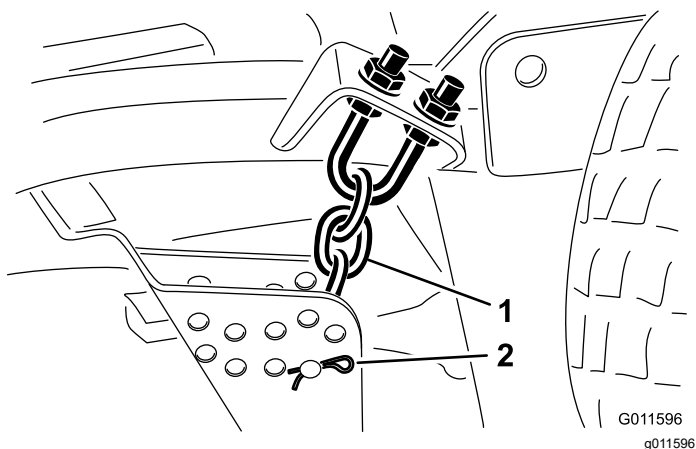

Рисунок 22
- Снимите игольчатый шплинт и шплинтуемый штифт, которые крепят цепи регулировки высоты скашивания к задней части режущего блока (Рисунок 22).